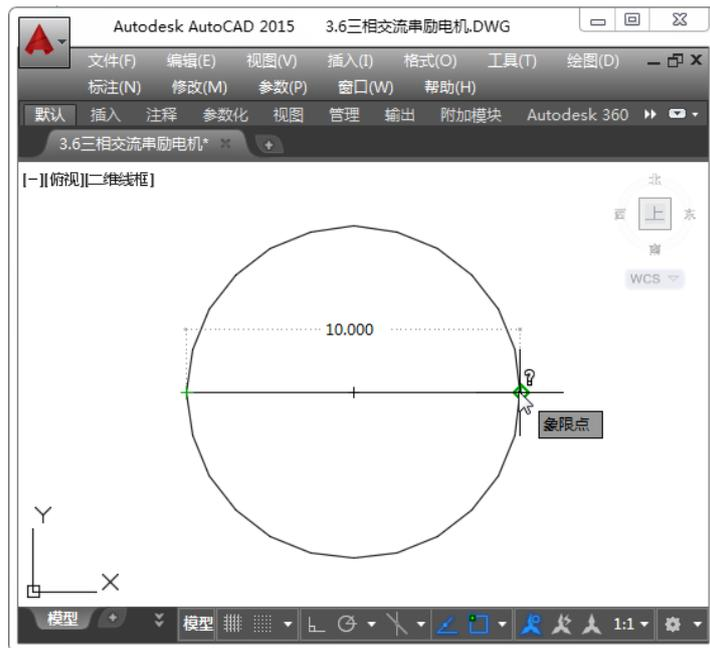

图 3-67 绘制圆
Step01: 新建一个文件，执行【圆】命令，绘制直径为 10 的圆，如图 3-67 所示。